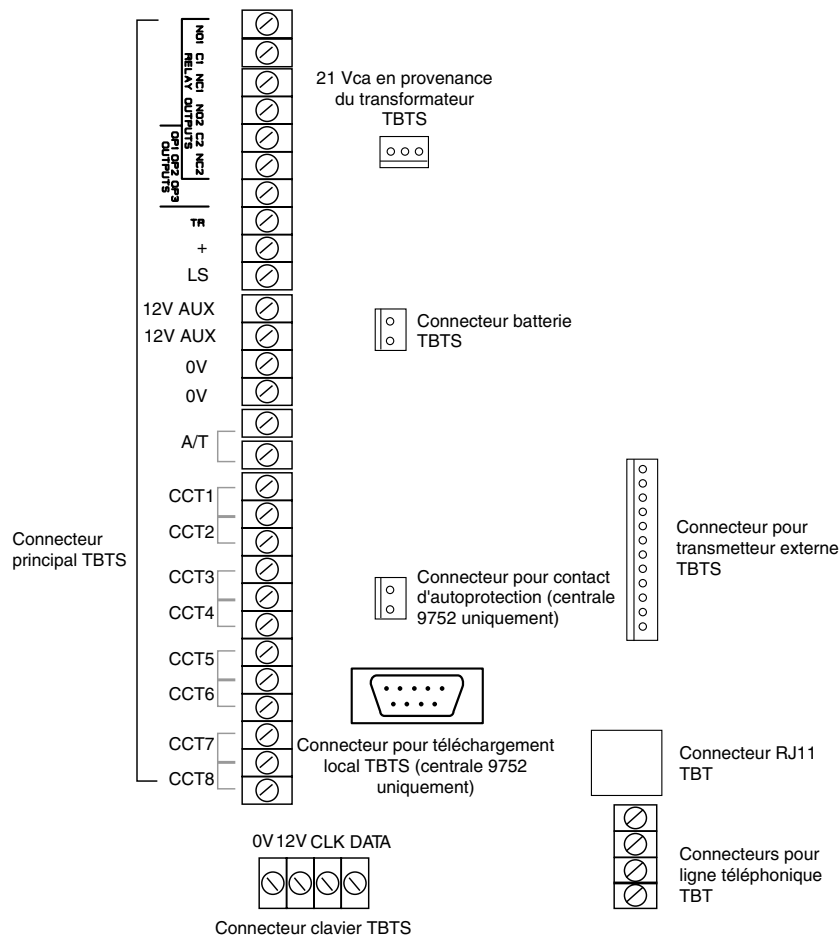

Figure 17. Connecteurs TBT et TBTS sur les centrales 9751 et 9752
*Note : les indications "TBTS" et "TBT" apparaissant sur la figure 17 présentée ci-dessus sont uniquement données à titre d'information et ne figurent pas sur le circuit imprimé principal des centrales 9751 et 9752.*